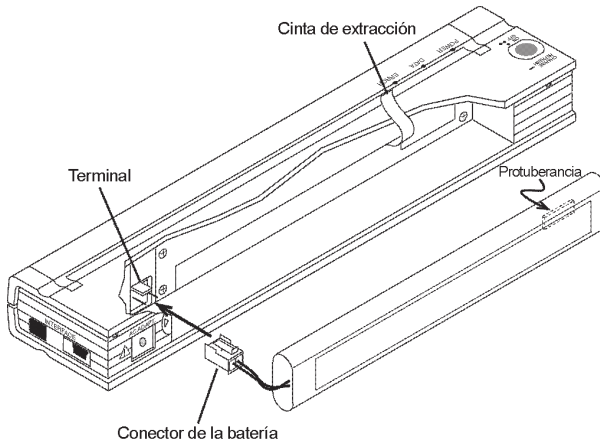

Figura 11. Inserción del conector la batería en el terminal
3. Inserte con cuidado el conector de la batería en el terminal del interior del compartimiento de la batería de la impresora. Consulte la figura 11.